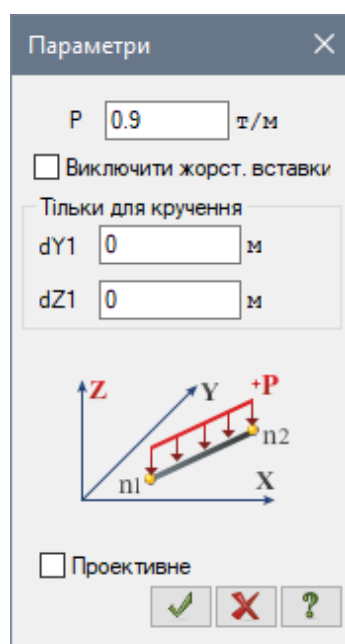

Рис. 12.22. Діалогове вікно **Параметри**
- В цьому вікні задайте інтенсивність навантаження  $p = 0.9$  т/м (рис. 12.22).